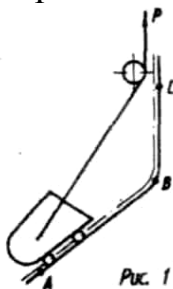

Рис. 1
- 6) Как определить величину усилия N в стержнях 2 пакетир - пресса (рис.1), если усилие в штемпеле 1 равно P , угол наклона стержня к оси пресс - камеры φ ?